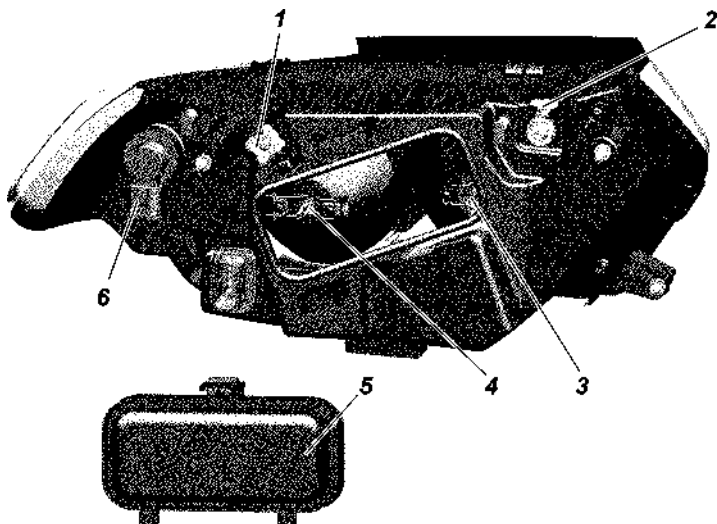

Рис. 9.32. Фара:
3. Включите ближний свет фар и, поочередно закрывая каждую фару, вращением регулировочного винта 1 (рис. 9.32) и регулировочной шестерни 2 добейтесь, чтобы светотеневая граница слева от точек E и E' совпала с линией 1, а справа
Замена ламп фар. Для замены лампы указателей поворота снимите колодку с патрона 6 (рис. 9.32), поверните патрон по часовой стрелке (для правой фары) или против часовой стрелки (для левой фары) и выньте патрон в сборе с лампой.